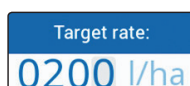

Fig. 243
- Ställ in doseringen för behandlingen (Fig. 243). Tryck **OK** för att bekräfta värdet.